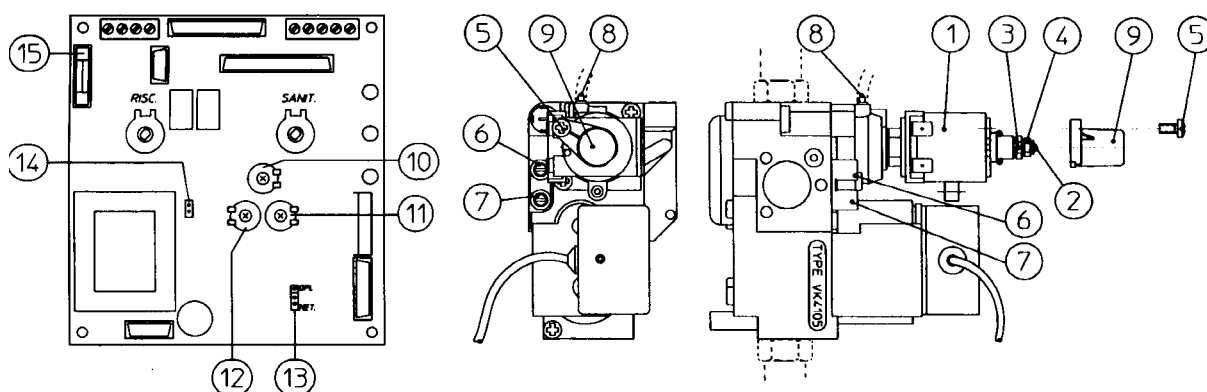

Рис. 31
ПРИМЕЧАНИЕ: Все работы должен выполнять специалист по котлам фирмы “Immergas”. Настройку горелки нужно выполнять с помощью U-образного или цифрового манометра, соединенного с выходом для измерения давления воздуха на верху закрытой камеры сгорания (см. рис. 26) и с выходным отверстием блока клапанов газа (см. рис. 31), согласно значениям указанным в таблице на стр. 34, в зависимости от типа газа.
- Регулировка минимальной тепловой мощности котла (см. рис. 31 на стр. 32). Регулировка минимальной тепловой мощности выполняется поворотом латунного винта (3 стр. 32) на блоке клапанов газа. Для этого необходимо: